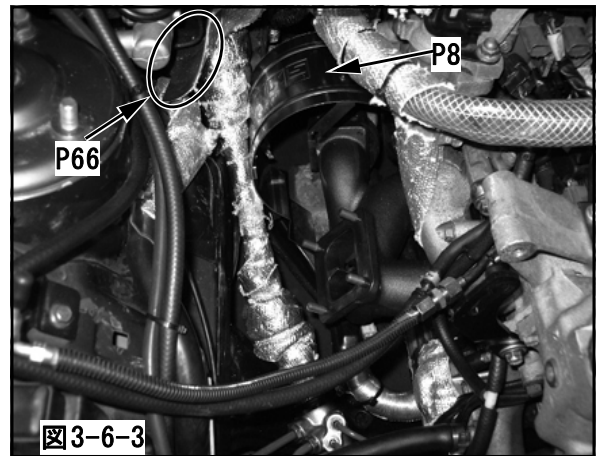

図3-6-3
- (4) ターボチャージャAssyのセンタハウジングとエキゾーストハウジング、コンプレッサハウジングを固定しているボルトをゆるめてください。
- (5) マスタバックにサーモシールを適切な大きさに切断して貼付けてください。(図3-6-3)
- (6) ヒートインシュレータのインターミディエイトシャフト側面に、サーモシールを貼付けてください。
- (7) ヒートインシュレータをエキゾーストマニホールドの上に置いてください。(図3-6-3)